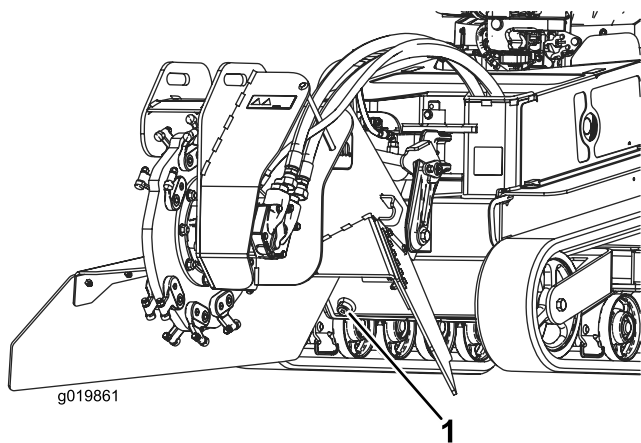

Bild 60
8. Entfernen Sie die Ablassschraube am Hydraulikbehälter und lassen das Öl in die Auffangwanne ab (Bild 60).